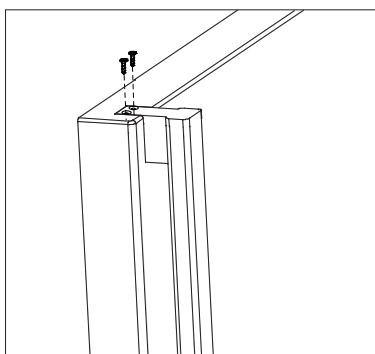

Ilustración 3
2) Coloque los tornillos de fijación (3) en los orificios (4) utilizando un destornillador (como muestra la ilustración 3).